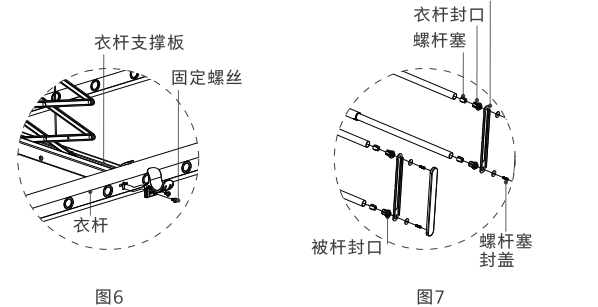

图6
1. 如图6, 拧出衣杆支撑板螺丝, 将衣杆的孔位对准衣杆支撑板, 拧紧固定螺丝, 扣上衣杆支撑板封盖。